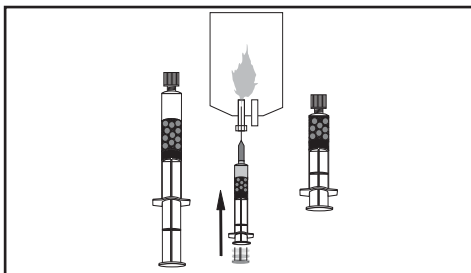

Figura 6.
- 5.2 Mientras mantiene la jeringa en posición vertical y tiene cuidado de no interrumpir el asentamiento de las microesferas, acople una aguja de filtro estéril a la jeringa de introducción. Con la aguja de filtro apuntando hacia arriba, expulse el sobrenadante (Figura 6). Asegúrese de que queda suficiente sobrenadante en el interior de la jeringa de introducción para cubrir las microesferas.